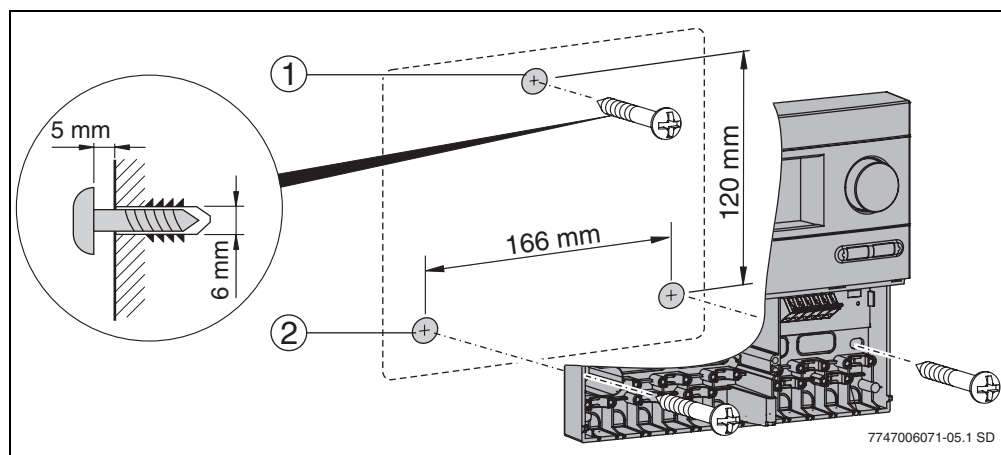

Fig. 4 Montaje del regulador en la pared
- Taladrar el agujero de fijación superior (→ fig. 4, 1) e introducir 5 mm el tornillo suministrado. Quitar los tornillos de la parte inferior del regulador y retirar la tapa. Colgar el regulador de la entalladura de la carcasa. Marcar los agujeros de fijación inferiores (→ fig. 4, 2), taladrar los agujeros e introducir los tacos. Alinear el regulador y atornillar por los orificios de fijación inferiores a la izquierda y a la derecha.